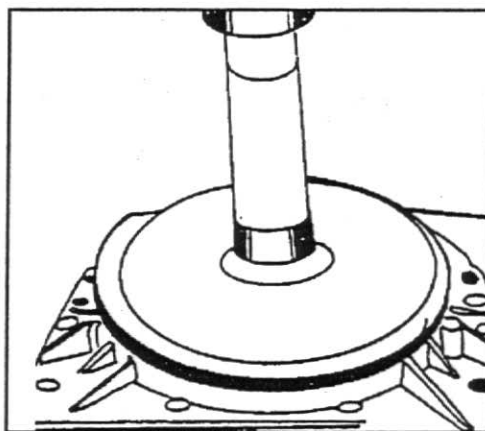

Fig. 14
18. Monte o vedador após determinar a posição A, B ou C junto à carcaça. Use a ferramenta nº 81 30 412, fig. 14.